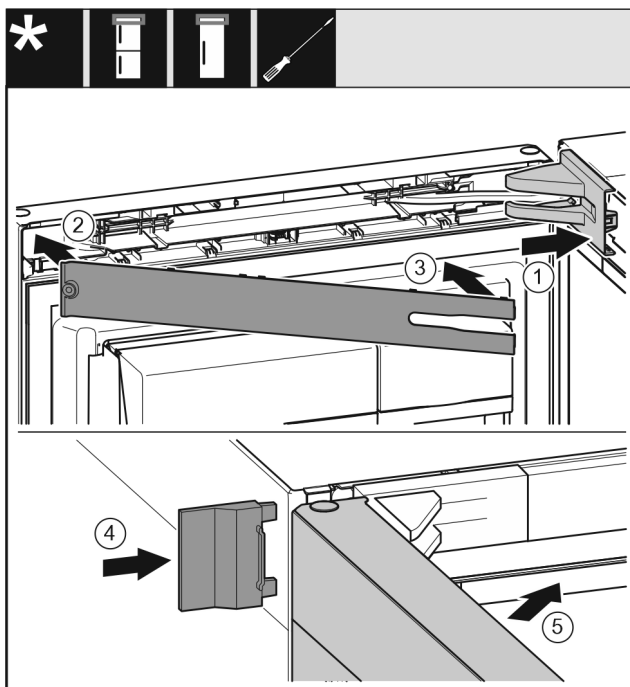

Fig. 25
- ▶ Poser et enclencher le cache du support de palier, l'introduire en appuyant délicatement. Fig. 25 (1)
- ▶ Poser le cache. Fig. 25 (2)
- ▶ Incliner le cache et l'enclencher. Fig. 25 (3)
- ▶ Enfiler le cache extérieur. Fig. 25 (4)
- ▶ Fermer la porte supérieure. Fig. 25 (5)